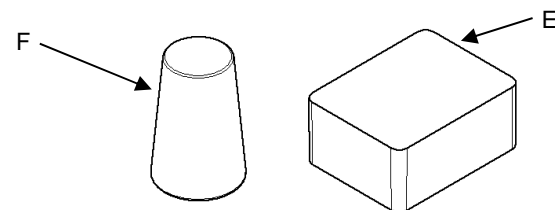

Fig. 13
S'il faut remplacer les bouchons intumescents (E) et (F) livrés avec l'accessoire, les acheter séparément. Consulter la Fig. 13. Pour l'installation, consulter l'étape 5.